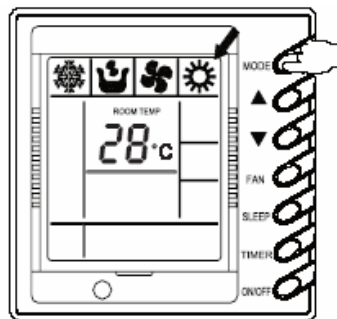

Figura 22
1.6 Regolazioni dei modi di funzionamento (Figura 22)